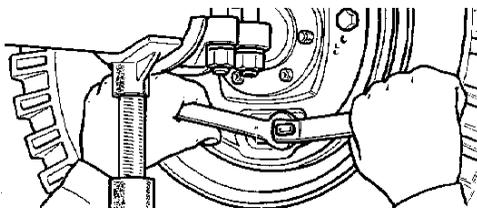

Рис. 7.13. Регулировка тормозных колодок заднего колеса с помощью опорных пальцев
3. Нажав на педаль тормоза усилием 12 - 16 кгс, подвести поворотом опорных пальцев концы колодок со стороны пальцев до упора в барабан (рис. 7.13). Затем затянуть в этом положении гайки опорных пальцев, не допуская при этом их поворота.